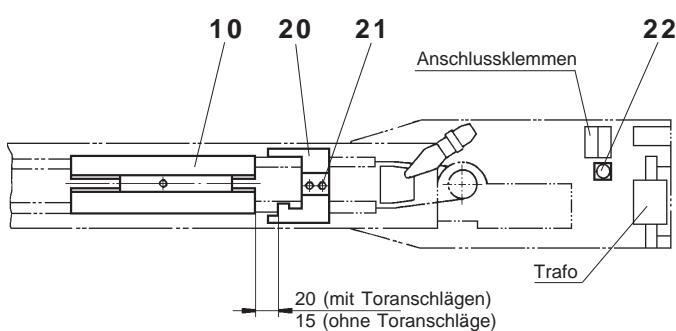

Fig. 9
- Offenanschlag (20) im Antrieb einstellen. Schrauben (21) leicht lösen, Anschlag schieben bis er am Schlitten (10) ansteht. Anschlag ca. 5 mm zurückziehen (Mass 20) und Schrauben (21) festziehen. Fig. 9
- Sind keine festen Toranschläge vorhanden, wird der Anschlag (20) ohne Spiel zum Schlitten (10) festgezogen (Mass 15). Fig. 9
- Falls der Einrichtvorgang nicht korrekt abgelaufen ist oder eine Störung aufgetreten ist, kann dieser wiederholt werden indem die Reset-Taste (22) (blauer Knopf) bei eingeschaltetem Netz während min. 2 Sek. gedrückt wird. Fig. 9